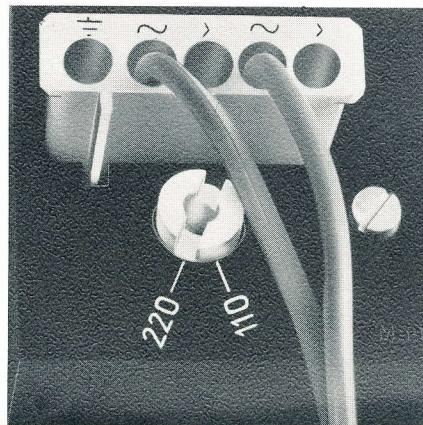

Fig. 2
B. Nr. 213 982, AMP Nr. 160 565 / 1 (Fig. 2)
Beim Anschluß des Gerätes an einen Allstromempfänger, Empfänger mit Spar-transformator oder Verstärker ähnlicher Schaltung ist eine besondere Schutzerdung des Chassis erforderlich, für die am Netzananschlußstecker des Gerätes ein Kontakt freigehalten ist (Fig. 2 und 3).